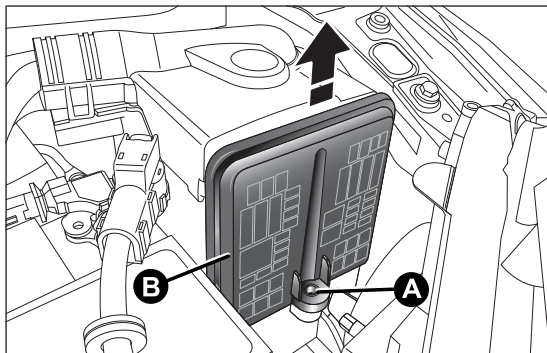
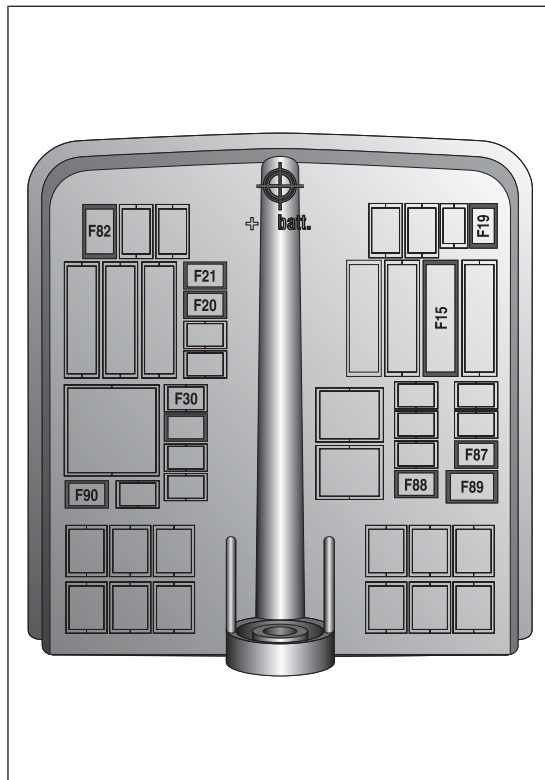

fig. 146
fig. 147
- ❑ aflojar el tornillo A fig. 146, levantar la tapa B fig. 146. La numeración que identifica el componente eléctrico correspondiente a cada fusible puede verse en la parte posterior de la tapa fig. 147. Tras haber sustituido un fusible comprobar que la tapa B de la centralita de fusibles esté bien cerrada.